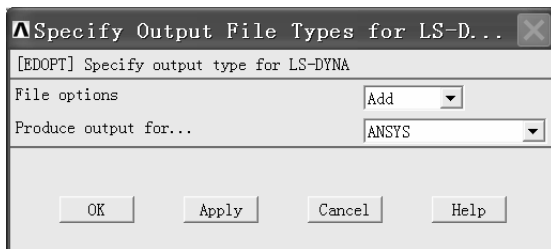

图 4-53 “Specify Output File Types for LS-D...”窗口
(2) 在“Solution Time for LS-DYNA Explicit”窗口中“[TIME] Terminate at Time:”后的方框中输入“0.05”，然后单击该窗口中的“OK”按钮。
(3) 依次选择 Main Menu>Preprocessor>Solution>Output Controls>Output File Types，弹出“Specify Output File Types for LS-D...”窗口（见图 4-53）。